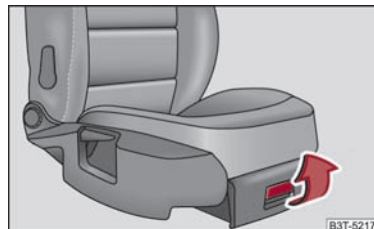

Abb. 112 Beifahrersitz: Ablagefach
- Zum Öffnen der Klappe den Griff ziehen ⇒ Abb. 112.